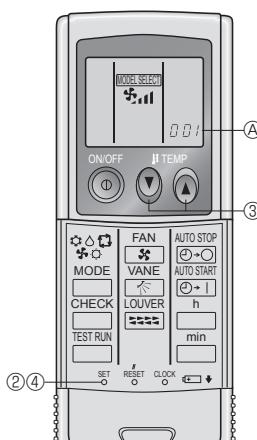

Fig. 6-3
3) Ayar (Fig. 6-3)
- ① Pilleri takın.
- ② Sivri ucu bir şeyle SET (ayar) düğmesine basın.